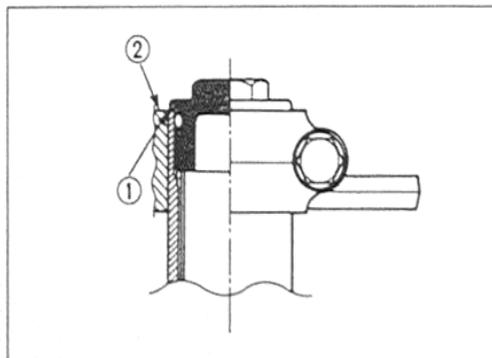

Bild 198
- Faltenbälge und Schlauchbänder provisorisch anbringen. Standrohr unter gleichzeitigem Drehen durch Gabelbrücken bis zum Anschlag schieben. Oberkante des Standrohrs muss bündig mit Oberkante der oberen Gabelbrücke sein (Bild 198). Obere Gabelverschluss-Schraube -A- Bild